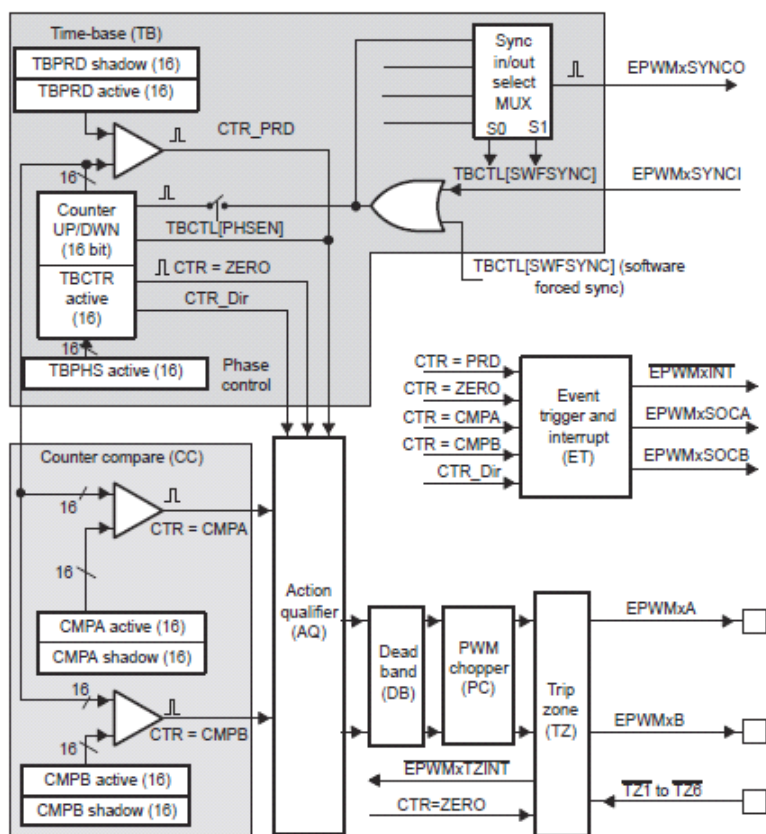

图 2: EPWM 模块的架构
EPWM 模组的架构如图 2 所示，每个模组都包含数个次模组。如果要产生 PWM 信号，至少需要连接一个计时器和相关逻辑电路，以便在可程式设定的不同时间产生事件。16 位元计数器位于时基模组 (TB) 会把时间资讯送到计数器比较模组 (CC) 和动作认可模组 (Action Qualifier, AQ)。时基模组还包含逻辑电路以便与前面或后面的 EPWM 模组同步，至于相位移暂存器的重要性则会在稍后说明。计数器比较模组包含多个暂存器，系统可透过它们独立设定各个 EPWM 模组的两个 PWM 讯号 (EPWMA 和 EPWMB) 的脉冲宽度 (负载週期)。PWM 信号是由时基模组的计数器设定值决定，其中包括週期时间 (最大计数值) 和它的计数模式 (正数计数、倒数计数，先正数再倒数)。完成这些设定后，就由动作认可模组产生 PWM 讯号，它会根据时基模组和计数器比较模组传来的资讯产生实际信号。设计人员还能设定动作认可模组的操作方式，让它在 4 个不同的时间点强迫相关接脚切换状态或是直接进入逻辑 1 或逻辑 0 状态，这 4 个时间点是：计数值等于 0、计数值等于最大值、计数值等于比较暂存器 A 的值、以及计数值等于比较暂存器 B 的值。这两个比较暂存器还能产生 PWM 接脚事件。当然，该接脚也能透过动作认可模组的适当暂存器，经由软件设为特定的逻辑位准。另外，透过另一个模组、事件触发器和中断模组的协助，系统还能在这些时间点产生模拟数字转换器的触发信号或中断要求 (或同时产生两者)。